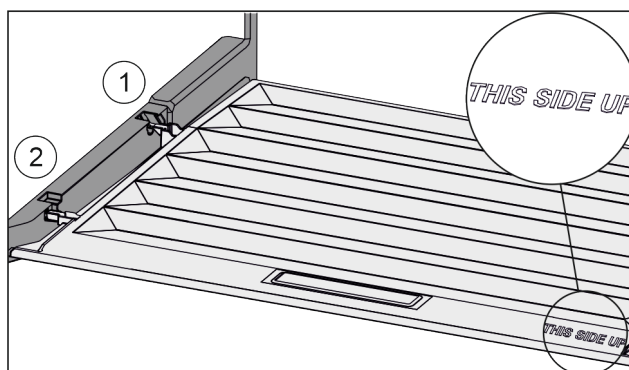

Fig. 28
- Вставить поперечные ребра крышки через отверстие заднего держателя Fig. 28 (1) и защелкнуть спереди в держателе Fig. 28 (2).